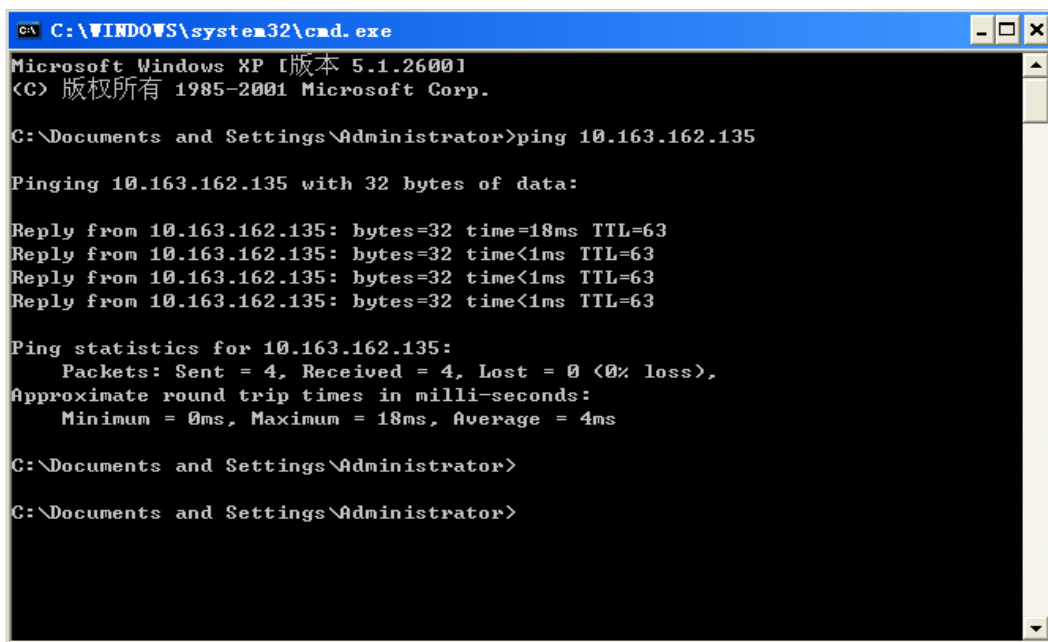

图4-3 通信测试
2) 按下回车键，将弹出图 4-3 所示页面。在命令行输入“ping”和 IP 地址，（例如 ping 10.163.162.135）查看是否通信成功。